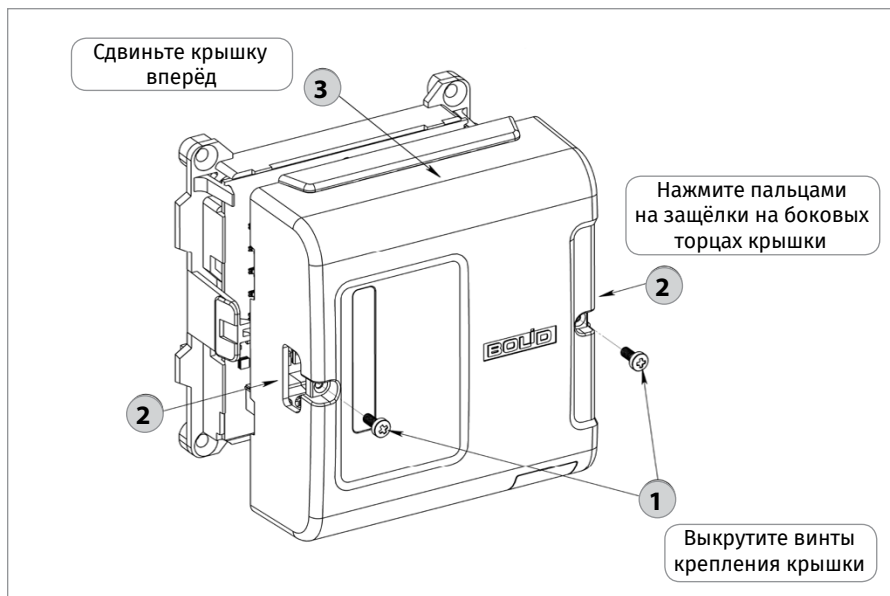

Рисунок 34. Снятие крышки изделия
- 1.3. Снимите крышку изделия в порядке, указанном на Рисунок 34.
- 2.3. Снимите крышку изделия в порядке, указанном на Рисунок 34.